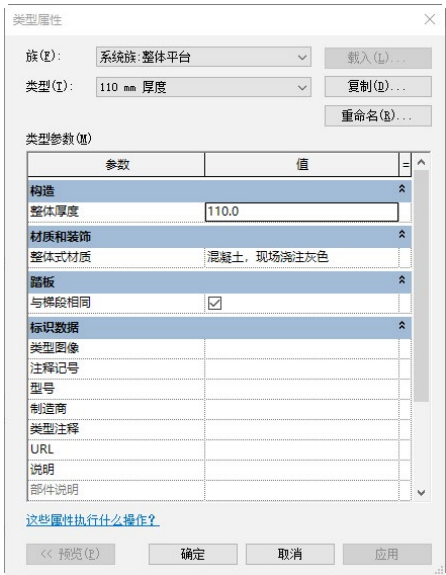

图 12-62 “类型属性”对话框 2
(8) 单击“平台类型”栏中的按钮，打开“类型属性”对话框 2，新建“110mm 厚度”类型，输入“整体厚度”为“110.0”，其他采用默认设置，如图 12-62 所示，单击“确定”按钮。